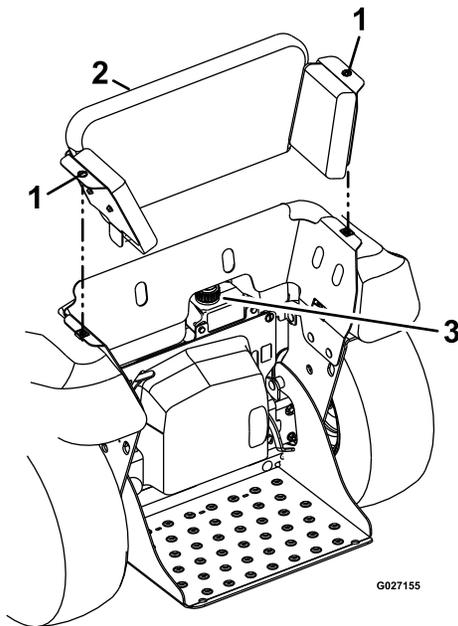

Figure 84
2. Tournez dans le sens antihoraire les 2 fixations quart-de-tour qui fixent le protège-genoux au châssis de la machine (Figure 84).
3. Soulevez le protège-genoux légèrement en arrière et déposez-le de la machine (Figure 84).
4. Nettoyez la surface autour du vase d'expansion et enlevez le bouchon (Figure 84).
7. Revissez fermement le bouchon sur le vase d'expansion (Figure 84).